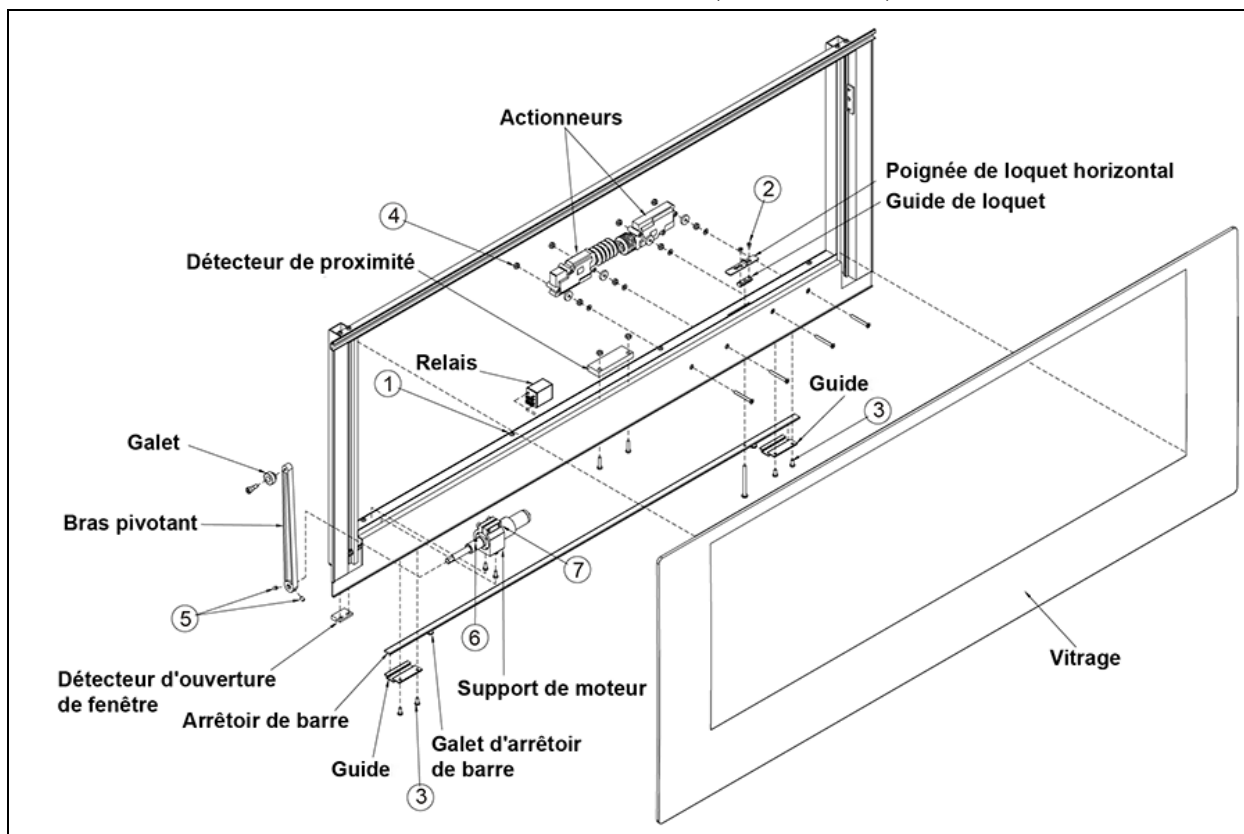

FIGURE 42: VUE ÉCLATÉE D'UNE FENÊTRE ÉLECTRIQUE À AUVENT (CHÂSSIS)
4. Desserrer les vis butées numéro 5 (Figure 42) (faire pivoter le bras pour accéder à la deuxième vis butée) et désengager le bras pivotant du bout d'arbre.